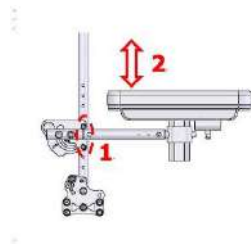

Figura 5-58
- Cuando ajuste el reposabrazos arriba/abajo, use una llave Allen número 4 y una llave de cubo número 10 para aflojar el tornillo que sostiene el soporte del reposabrazos. (Figura 5-58).